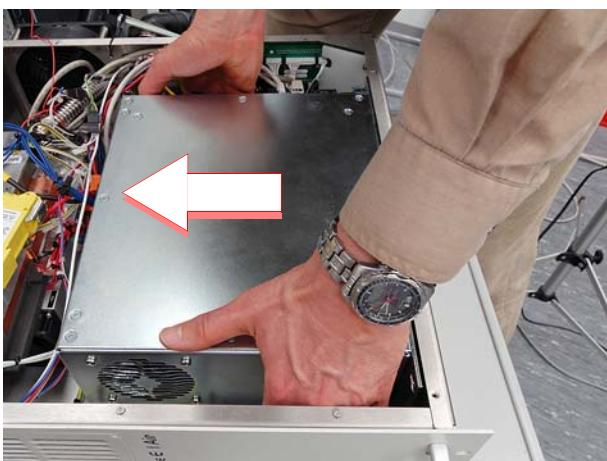

Abbildung 7.160 Netzteil ausbauen
7. Netzteil nach links schieben (siehe Abbildung 7.160) und anschließend vorsichtig herausheben.
9. Netzteil nach links schieben (siehe Abbildung 7.160) und anschließend vorsichtig herausheben.